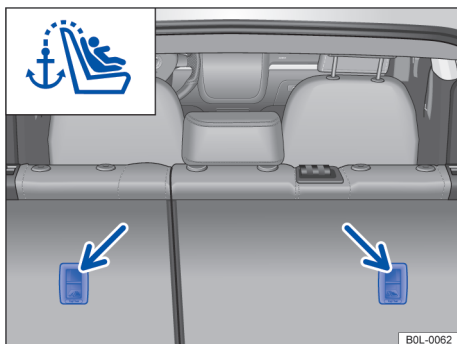

图 37 后排座椅靠背上用于连接顶部固定带的扣环
- 将顶部固定带的挂钩连接到行李箱内后排座椅靠背上的固定环上 → 图 37。